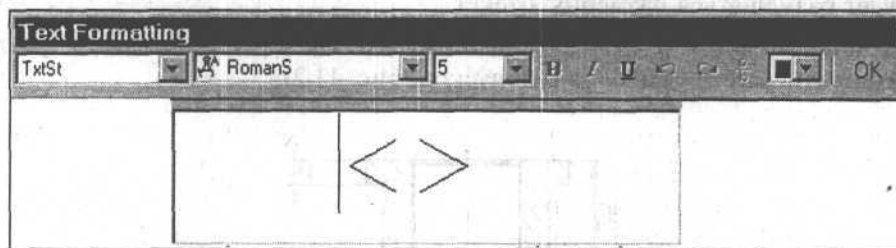

Рис. 11.3. Редактор многострочного текста после вызова опции **Mtext**
4. Введите опцию **Mtext** (Мтекст) и нажмите клавишу <Enter>. Появится редактор многострочного текста (рис. 11.3). Угловые скобки **O** показывают, что будет проставлен размер, измеренный AutoCAD.
10. Введите опцию **Mtext** (Мтекст) и нажмите клавишу <Enter>. Появится редактор многострочного текста, в котором будут выведены угловые скобки (см. рис. 11.3). Угловые скобки (O) показывают, что будет предоставлен размер, измеренный AutoCAD, с допуском, определяемым переопределенным стилем.
5. Введите опцию **Mtext** (Мтекст) и нажмите клавишу <Enter>. Появится редактор многострочного текста (см. рис. 11.3). Угловые скобки показывают, что будет проставлен размер, измеренный AutoCAD.